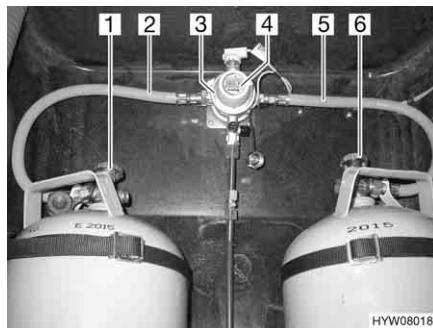
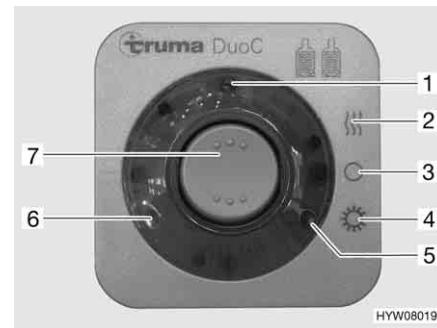

Fig. 58 Impianto di commutazione DuoControl
Fig. 59 Centralina di controllo
L'impianto di commutazione DuoControl è costituito da una valvola di commutazione (Fig. 58,3) e da una centralina di controllo (Fig. 59). La valvola di commutazione è installata tra i tubi del gas (Fig. 58,2 e 5). Con la manopola (Fig. 58,4) sulla valvola di commutazione è possibile stabilire, quale delle bombole del gas viene utilizzata come bombola in uso e quale bombola del gas viene utilizzata come bombola di riserva.
Sulla centralina di controllo (Fig. 59) possono venire azionate solo le funzioni elettriche. Le valvole principali di arresto delle bombole del gas (Fig. 58,1 e 6) devono essere aperti manualmente.
La valvola di commutazione garantisce una pressione del gas costante, indipendentemente da quale bombola provenga l'alimentazione del gas. Le due spie di controllo sulla centralina di controllo indicano il livello di riempimento della bombola in uso. Se è accesa la spia di controllo verde (Fig. 59,6), la bombola in uso è piena. Se è accesa la spia di controllo rossa (Fig. 59,5), la bombola in uso è vuota. Il rifornimento di gas avviene poi tramite la bombola di riserva.
- Aprire le valvole principali di arresto delle bombole del gas (Fig. 58,1 e 6).
- Con la manopola (Fig. 58,4) sulla valvola di commutazione (Fig. 58,3) selezionare la bombola del gas, da cui proviene la principale alimentazione del gas (bombola in uso). Girare la manopola fino all'arresto.
- Sulla centralina di controllo (Fig. 59) attivare l'impianto di commutazione DuoControl. Posizionare l'interruttore a bilico (Fig. 59,7) su funzionamento invernale "On e riscaldamento" (Fig. 59,2) oppure su funzionamento estivo "On" (Fig. 59,4). La valvola di commutazione è ora disareata. La spia di controllo gialla (Fig. 59,1) è accesa, se si seleziona la modalità di funzionamento invernale e l'impianto antighiaccio con regolatore è attivato.
- Portare l'interruttore a bilico (Fig. 59,7) in posizione "O" (Fig. 59,3). La spia gialla di controllo (Fig. 59,1) si spegne.
- Chiudere le valvole principali di arresto delle bombole del gas (Fig. 58,1 e 6).
Le spie di controllo sulla centralina di controllo (Fig. 59,5 e 6) segnalano all'interno del veicolo, se la bombola in uso è pronta al funzionamento.
Se la spia di controllo verde (Fig. 59,6) si spegne durante il funzionamento e la spia di controllo rossa (Fig. 59,5) si accende, significa che la bombola del gas selezionata come bombola in uso è vuota e deve essere sostituita. La bombola di riserva continua ad alimentare le utenze a gas.